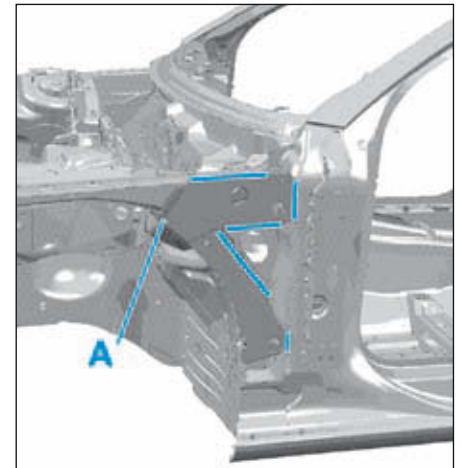

FIG.23
- Fraiser et meuler en (A) l'entretoise (Fig.23).